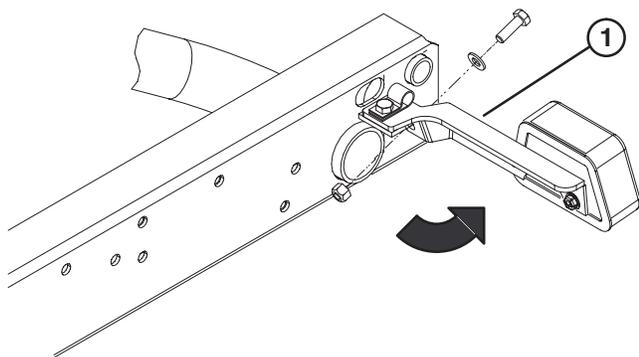

Figura 1
3. Fixe a parte traseira de cada um dos suportes da luz traseira à parte de trás dos suportes do chassis com um parafuso de 5/16–18 x 1 polegadas lg., uma anilha de chapa de 0,344 polegadas I. D. e uma porca de bloqueio, conforme figura 1.